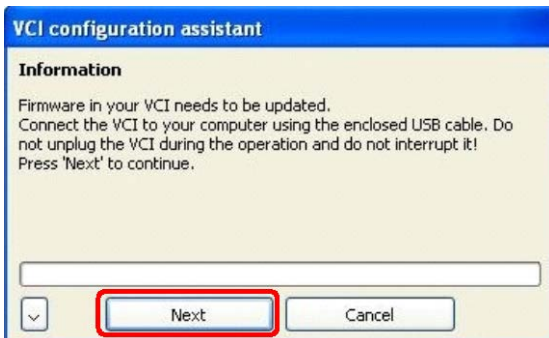
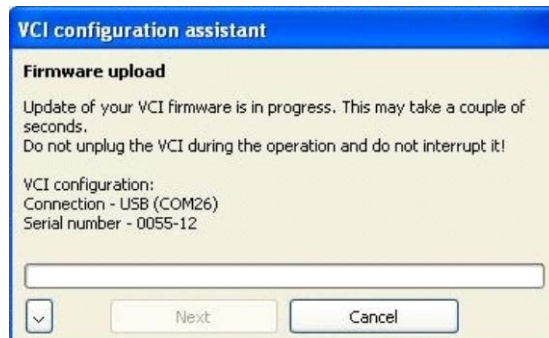
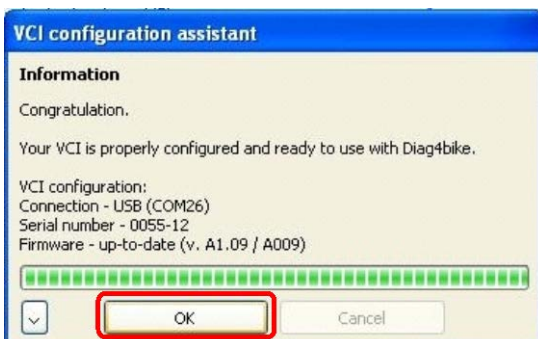

Fig. 22 – Finestra d'informazione con richiesta di effettuare l'attualizzazione del firmware
Fig. 23 – Finestra d'informazione sull'effettuata attualizzazione del firmware
Fig. 24 – Finestra d'informazione sulla riuscita attualizzazione del firmware
In questo caso la „**VCI configuration assistant**“ non cerca i cosiddetti COM-port (canali di comunicazione), saltando direttamente all'attualizzazione del firmware, dove reperisce di dati necessari. Mostra poi il risultato in una finestra informativa (vedi Fig. 22). In questo caso si consiglia un'attualizzazione del firmware (vedi Fig. 23). Anche questo risultato è poi mostrato in una finestra d'informazione (vedi Fig. 24).
22). In questo caso è consigliata l'aggiornamento del firmware. Dopo aver cliccato sul tasto „Next“ inizia l'aggiornamento del firmware (vedi Fig. 23). Il risultato è poi mostrato anche nella finestra d'informazione (vedi Fig. 24).